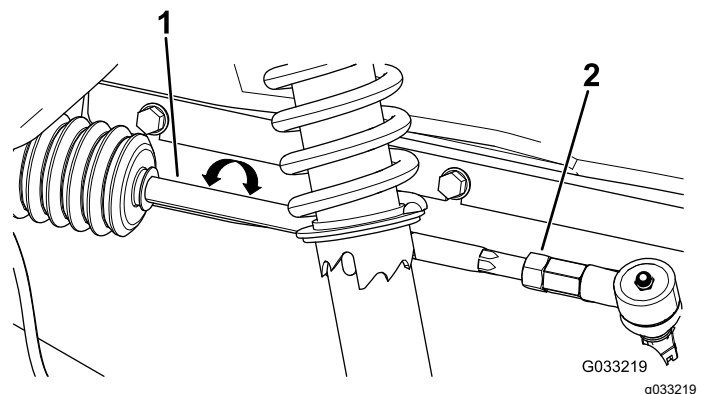

Figura 82
1. Afloje las tuercas autoblocantes en el extremo exterior de las bielas (Figura 82).